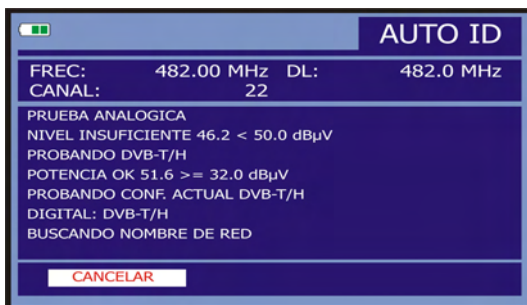

Figura 47.- Identificación automática de la señal.
4. Introducir los parámetros manualmente para enganchar la señal a analizar o bien pulsar la tecla  [25] (Identificación automática) para la identificación automática de la señal (Figura 47.-).